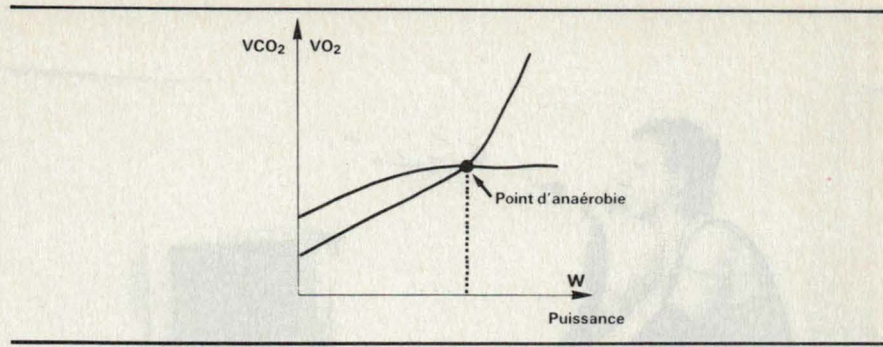

Fig. 6. - Consommation d' O_2 et rejet de CO_2 au cours de l'effort (W) et mise en évidence du point d'anaérobie.
ventilation (VE) et le débit cardiaque (Q_c), via la perfusion pulmonaire et la circulation périphérique. Au cours d'un effort à puissance (W) croissante, cette augmentation de VO₂ est parallèle et linéaire avec l'accroissement de Q_c et de W, jusqu'à un certain niveau de travail à partir duquel, malgré l'augmentation de la charge, la VO₂ n'augmente plus, mais reste en plateau. Ce niveau représente la consommation maximale d'O₂ (VO₂ max) ou *capacité aérobie* (fig. 6). Celle-ci, même chez le sujet normal, est dépendante du système cardio-vasculaire à délivrer l'O₂ aux tissus, comme le dé-